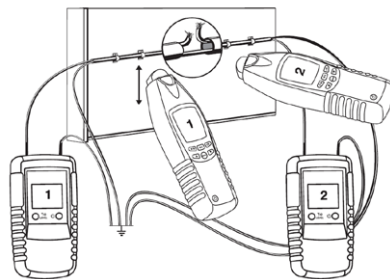

Рис. 11
- h. Если подключение передатчиков осуществлено в соответствии с рис. 11, то при ведении приёмника вдоль кабеля слева направо на дисплее приёмника будет отображаться код «1».
- f. Если подключение передатчиков осуществлено в соответствии с рис. 11, то при ведении приёмника вдоль кабеля слева направо на дисплее приёмника будет отображаться код «1».